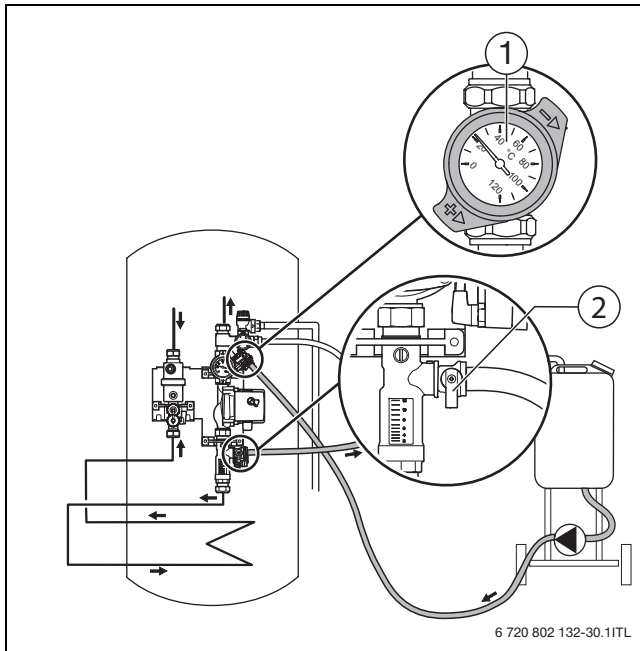

Bild 20 Spülen des Standardsystems
- ▶ Befüllstation, wie in Bild 20 dargestellt, anschließen.